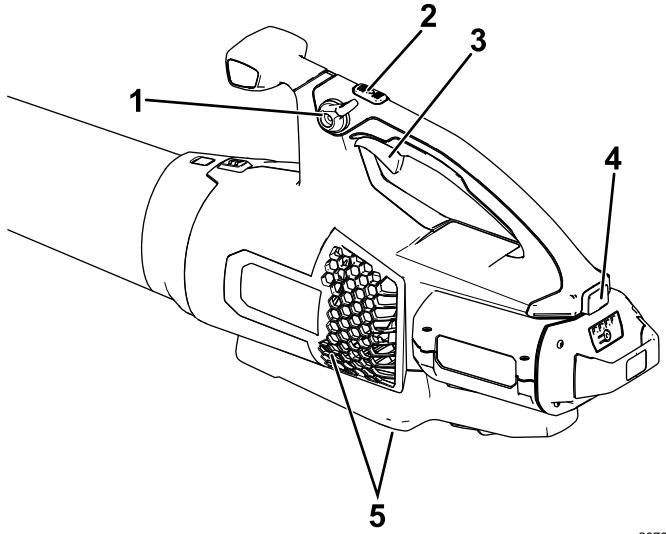

Figure 8
4. Pour mettre le souffleur en marche, serrez la gâchette de vitesse variable (Figure 8).
**Remarque:** Enclenchez le blocage de vitesse pour garder la machine en marche sans avoir à appuyer sur la gâchette de vitesse variable (Figure 8).
Pour obtenir des performances optimales (débit d'air), maintenez le bouton Turbo Boost enfoncé pendant la durée souhaitée (Figure 8).
Pour régler le débit du souffleur en marche, serrez la gâchette de vitesse variable (Figure 8).
Pour maintenir le débit d'air actuel, engagez le blocage de vitesse (Figure 8).
Pour arrêter le souffleur, déverrouillez le blocage de vitesse (le cas échéant) et relâchez la gâchette de vitesse variable (Figure 8).